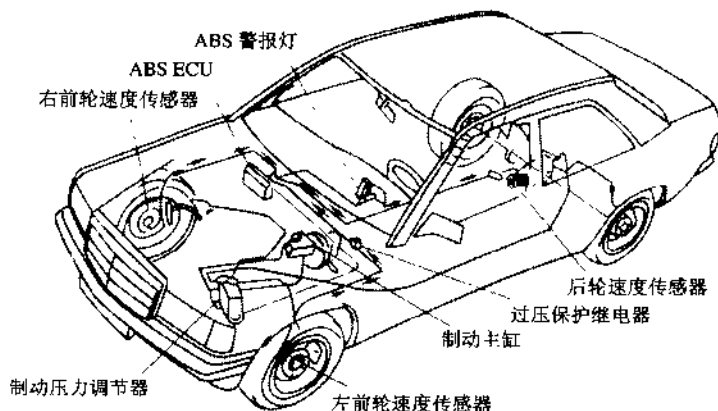

图 7.16 奔驰车系 ABS 的安装位置
(2) 奔驰车系 ABS 在车上安装位置如图 7.16 所示。